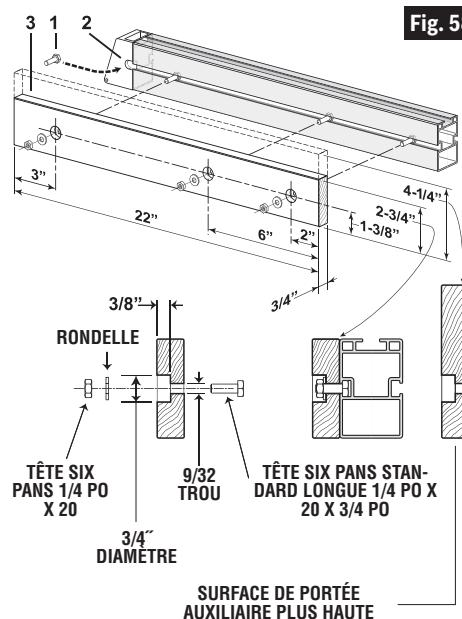

Fig. 58
Ceci contribuera à réduire les risques d'endommagement du guide en aluminium. En cas de dommage, ou si vous avez besoin d'une pièce d'appoint plus épaisse, celle-ci doit consister en un morceau de bois de 3/4 po d'épaisseur — La Figure 58 montre des plans avec les cotations pour fabriquer une planche d'appoint qui soit compatible avec cette scie.
1. Placez la tête hexagonale **1** de chaque vis mécanique dans l'encastrement **2** du logement du guide arrière – puis glissez chaque vis vers l'avant jusqu'aux endroits indiqués (Fig. 58).